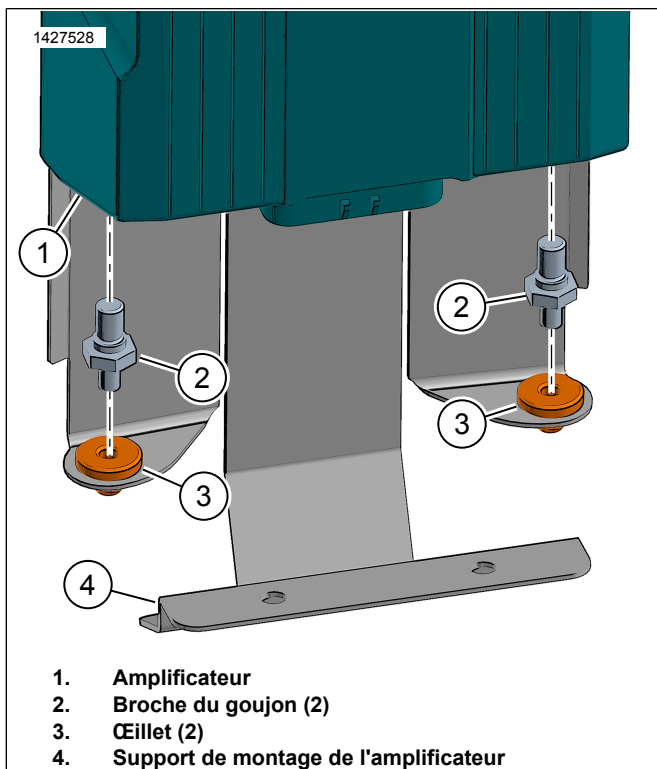

Figure 12. Broche du goujon de l'amplificateur
4. Voir la Figure 12. Installez le passe-fil (3) dans le support de montage de l'amplificateur (4).
5. Installez la goupille de goujon (2) dans l'amplificateur (1). Serrer.